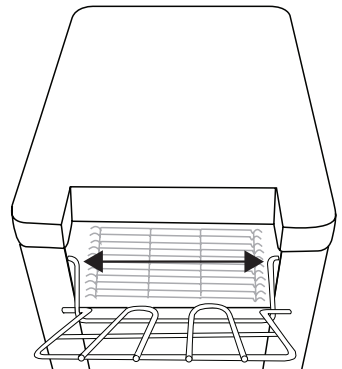

fig. 1
2. Laat de voetjes op de buitenkant van het apparaat rusten [fig. 1].